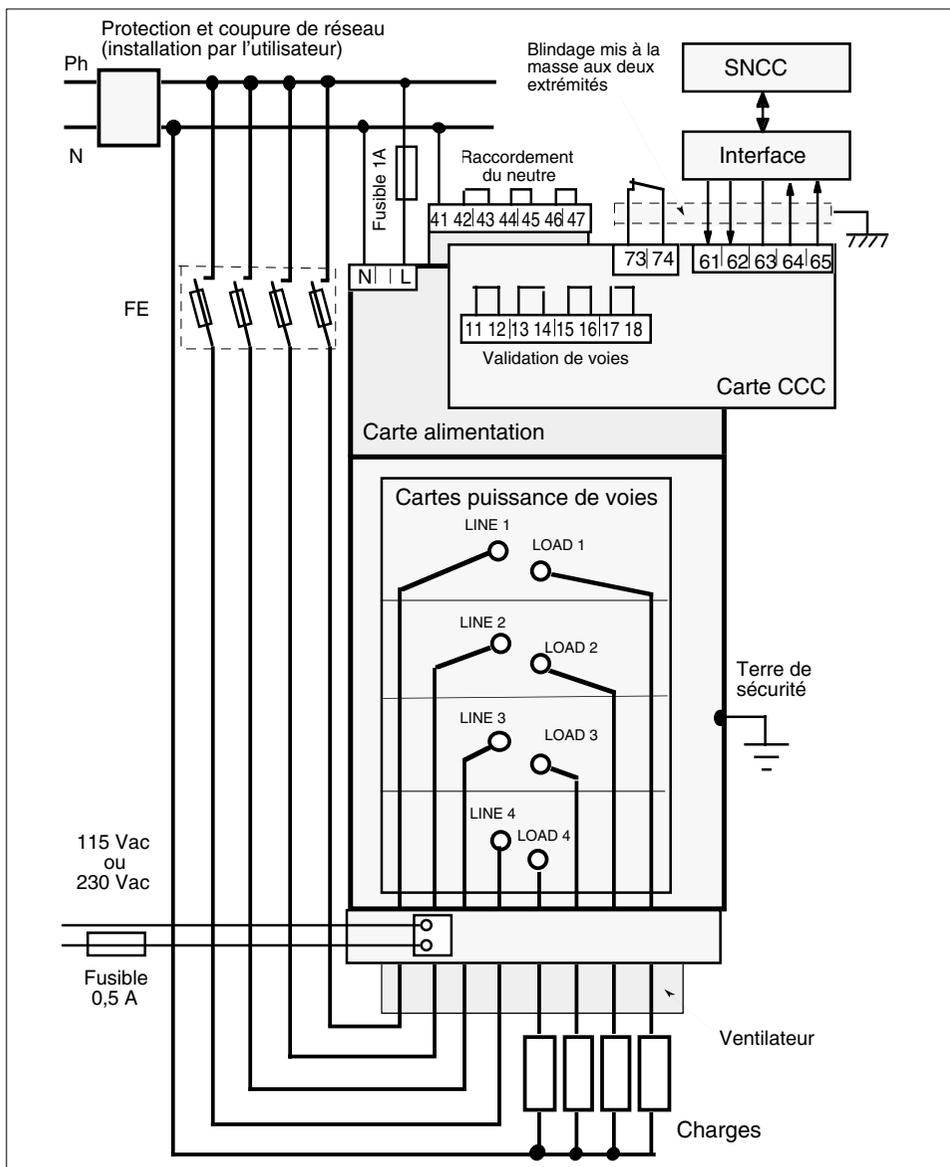

Figure 3-13 Exemple de branchement d'un gradateur TU1451 avec une consigne numérique
- Il est nécessaire, afin d'obtenir un fonctionnement correct de la régulation du gradateur, de connecter les 4 voies de puissance et l'alimentation de l'électronique entre les mêmes phases (voir schémas de branchement figures 3-13 et 3-14).